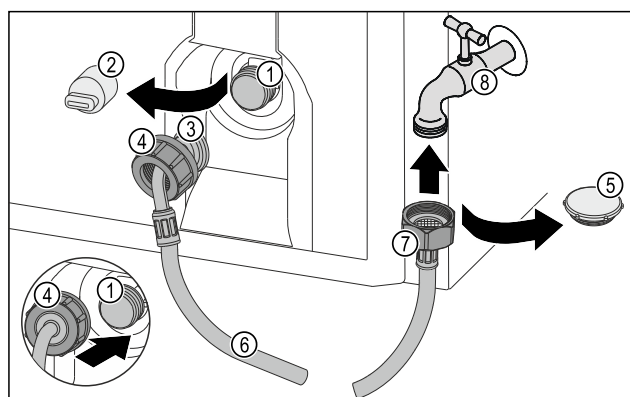

Fig. 74
- ▶ Îndepărtați capacul Fig. 74 (5).
- ▶ Atașați capătul furtunului drept Fig. 74 (7) pe robinetul de apă Fig. 74 (8).
- ▶ Strângeți ferm piulița pe capătul furtunului drept Fig. 74 (7) în sens orar.